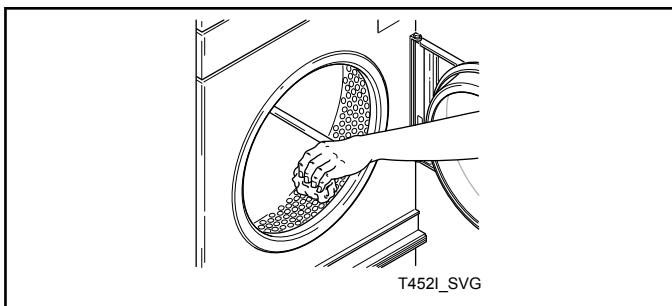

Figura 14
- Limpe o cilindro usando um detergente ou produto de limpeza multiuso e água. Consulte a Figura 14 .